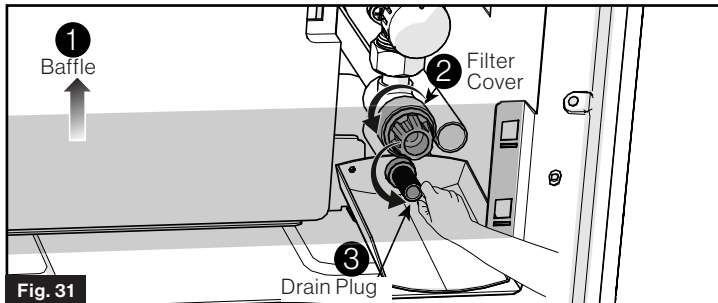

Fig. 31
3. Quite la tapa del filtro y el tapón de drenaje para desagotar el agua del sistema y del calentador de agua (Fig. 31).